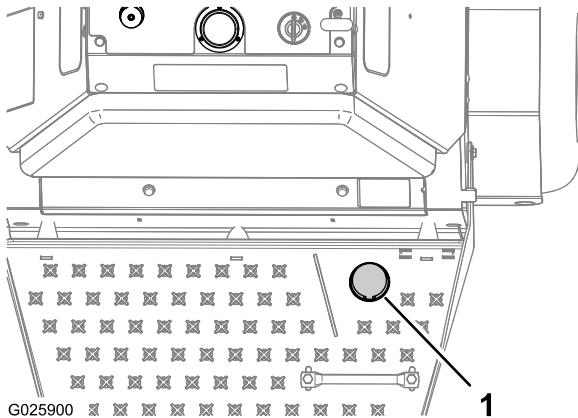

Figure 18
2. Appuyez le pied sur la commande des louchets pour abaisser les louchets (Figure 18).
3. Appuyez sur la commande avec le pied et avancez les leviers de commande de déplacement pour aérer (Figure 18); voir Leviers de commande de déplacement (page 16).
Pour relever les louchets, enlevez le pied de la commande (Figure 18).